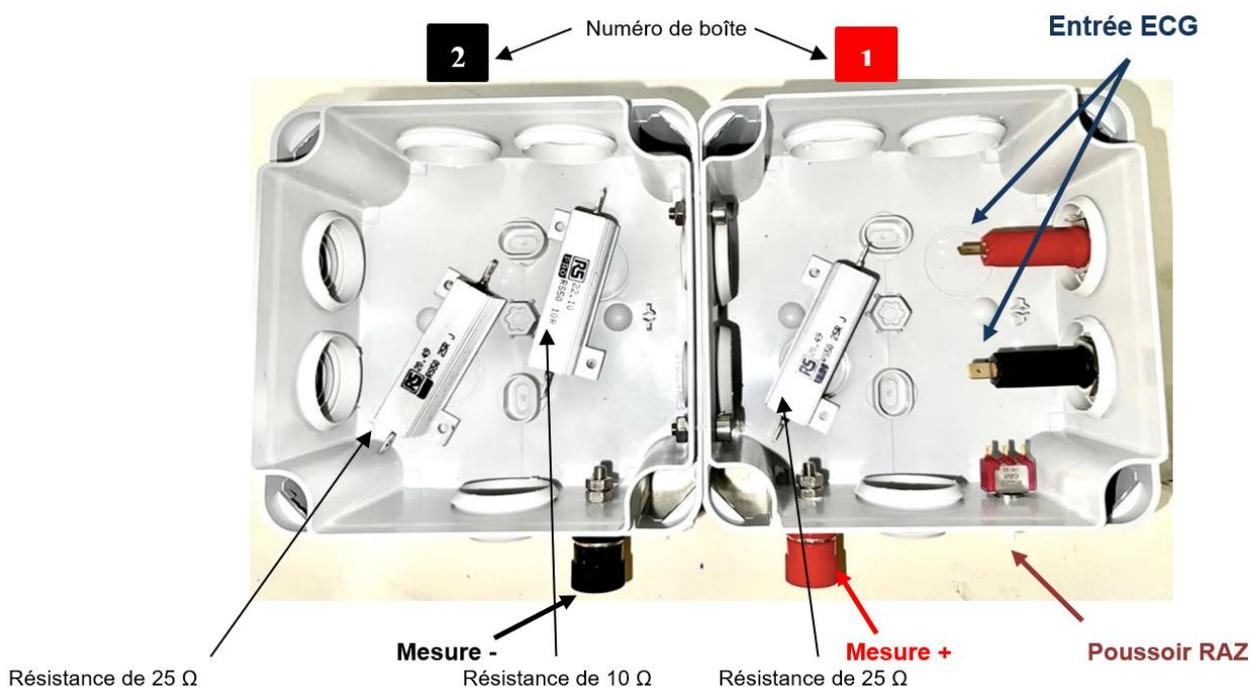

Figure 3 : Schéma de la deuxième partie de la réalisation du testeur
Pour réaliser l'étape 2, se référer au schéma du circuit électrique du testeur en figure 1 et figure 3.
- Percer les boîtes de dérivation en 5 points. 4 points sur la boîte **1** et un point sur la boîte **2**. (Voir figure 3).
- Placer 2 bornes de raccordement - et + sur les boîtes **2** et **1** pour la mesure avec le multimètre. (Voir figure 3)